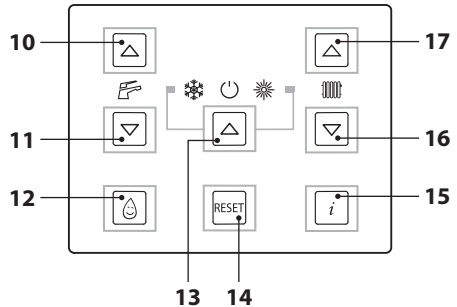
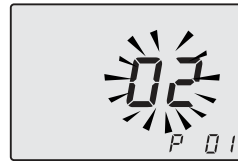

Рисунок 5.28
Рисунок 5.29
жав одновременно и удерживая в течение 10 секунд кнопки 13-16-17 (Рисунок 5.28), до появления на дисплее кода **P01** и значения параметра, которые указывают на вход в "параметр 01" (Рисунок 5.29).
- Чтобы подтвердить внесенное значение, нажать кнопку 13 (Рисунок 5.28).
В любом случае, если комнатная температура слишком низкая или слишком высокая, можно увеличить или уменьшить температуру отопления на  $\pm 15^\circ\text{C}$  при помощи кнопок 16 (уменьшение) и 17 (увеличение), см. Рисунок 5.28.